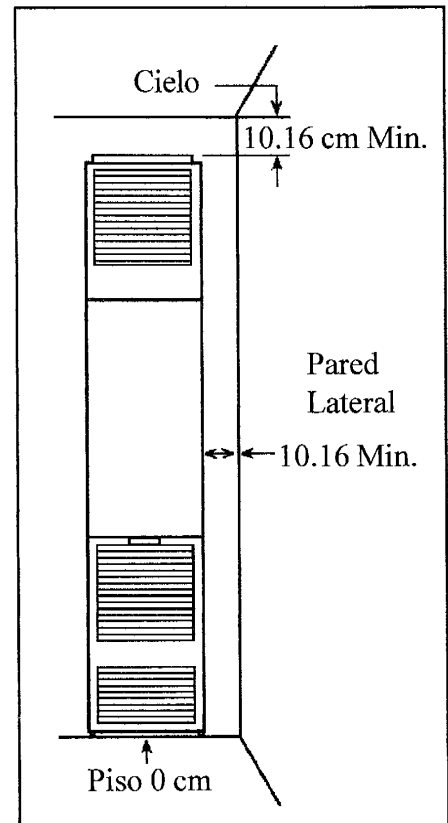

ILUSTRACIÓN 1
15. Al instalar el calefactor, permita que haya espacios libres adecuados para acceso para dar servicio y operación adecuado. (Ver la Ilustración 1).
1. El espacio libre mínimo que se debe dejar a las paredes laterales es de 10.16 cm. (Ver Ilustración 1). **NOTA:** La unidad puede ser empotrada y descansar directamente contra los entramos laterales y la superficie interna de la pared trasera.
2. El espacio libre mínimo al cielo es de 10.16 cm. (Ver la Ilustración 1).
3. El espacio mínimo al piso es de 0 cm. (Ver la Ilustración 1).